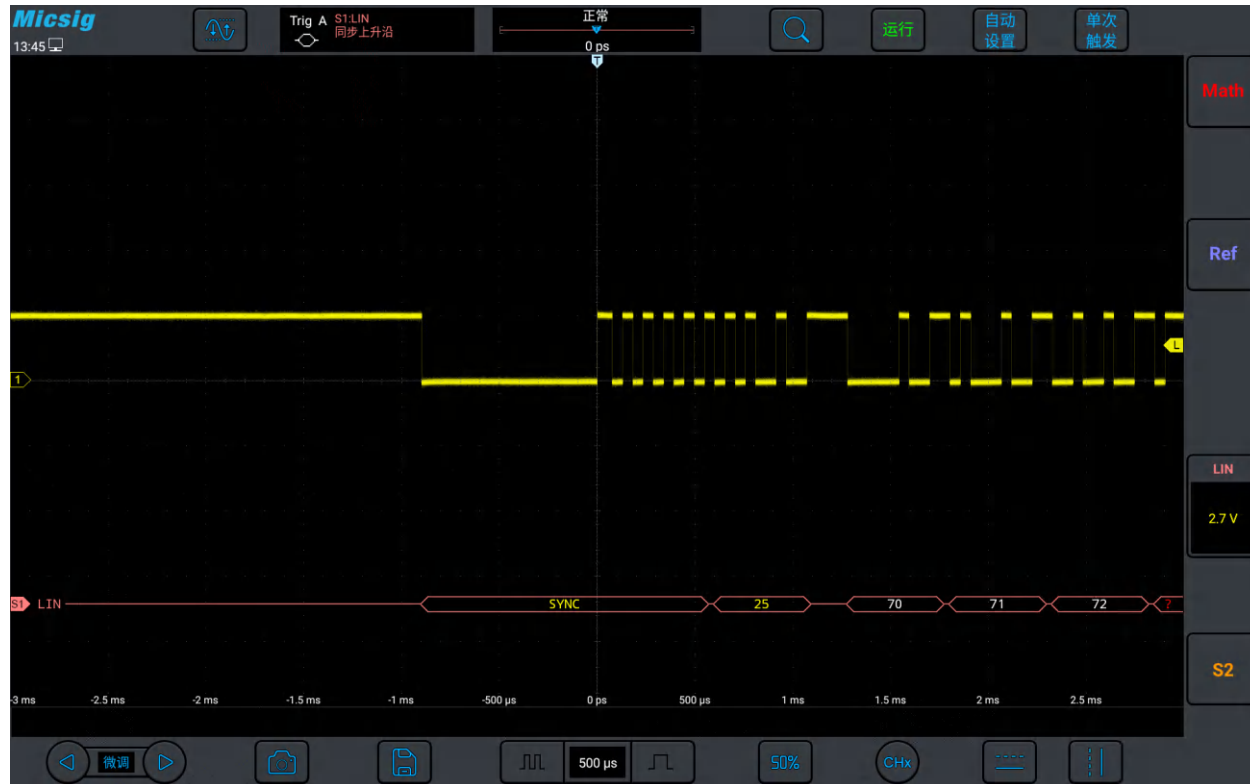

图 12-12 LIN 总线解码结果
- (1) 轻点 S1 打开解码通道，再次点击打开总线配置菜单；
- (2) 选择总线类型为“LIN”，依次点选“Ch1”“空闲高”“19.2kb/s”，然后关闭菜单；
- (3) 打开触发方式配置菜单，点选“同步上升沿”；
(4) 点按配置信息，打开解码通道阈值电平调节框，上下拖动调节框可以调节阈值电平；根据信号的幅值电平调节阈值电平使信号稳定触发。LIN 触发图形界面见图 12-12：